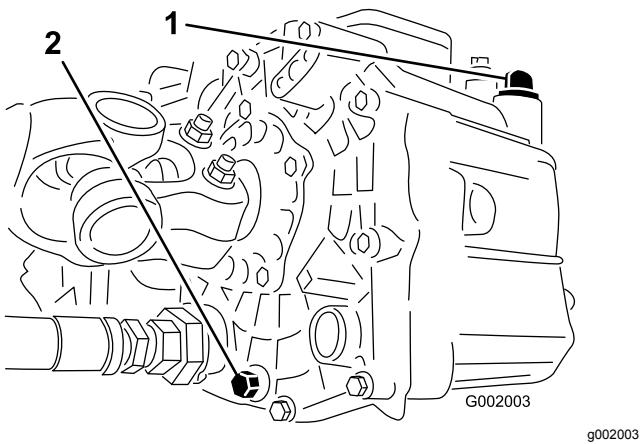

Figure 50
3. Retirez le bouchon de vidange sur le côté du réservoir et laissez l'huile s'écouler dans le bac de vidange (Figure 50).